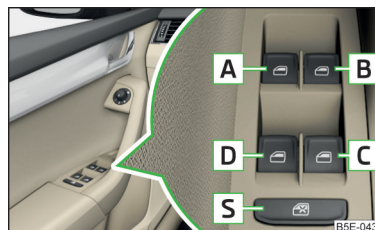

Fig. 42
- Si se transportan personas en los asientos traseros, las cuales no son completamente independientes, p. ej. niños, se recomienda poner fuera de funcionamiento los elevalunas eléctricos de las puertas traseras (conmutador de seguridad) **S** » fig. 42 de la página 67.
- Después de desconectar el encendido, aún se pueden abrir o cerrar las ventanillas durante aprox. 10 minutos. Después de abrir la puerta del conductor o del acompañante, las ventanillas se pueden operar solamente con la tecla **A** » fig. 42 de la página 67.
Teclas de los elevalunas » fig. 42
Se pueden poner fuera de servicio las teclas de los elevavientos de las puertas traseras pulsando el conmutador de seguridad **[S]** » fig. 42. Se ponen de nuevo en funcionamiento las teclas en las puertas traseras pulsando de nuevo el conmutador de seguridad **[S]**.
- Mantenga la tecla en la posición de apertura » *fig. 42 de la página 67*.
- Mantenga la tecla en la posición de cierre » *fig. 42 de la página 67*.